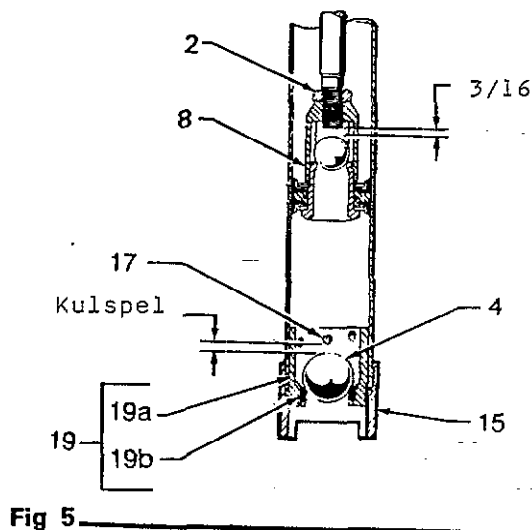

Fig 5
Vid ändring av kulspelet i kolven skall låsmuttern (2) lossas. Vrid kolvkroppen (8) moturs för att öka och medurs för att minska spelet. Färger med mediumviskositet skall ha ett spel på 5 mm. Se fig 5. Minskning av kulspelet minimerar pulsationer vid pumpens vändlägen. För litet kulspele stryker emellertid flödet och bromsar upp pumpen.